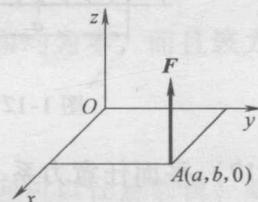

图 1-8
(10) 如图 1-8 所示, 铅垂力  $F$  的作用点  $A$  的坐标  $x_A = a$ ,  $y_A = b$ ,  $z_A = 0$ , 力  $F$  对三个坐标轴之矩大小应为 ( )。